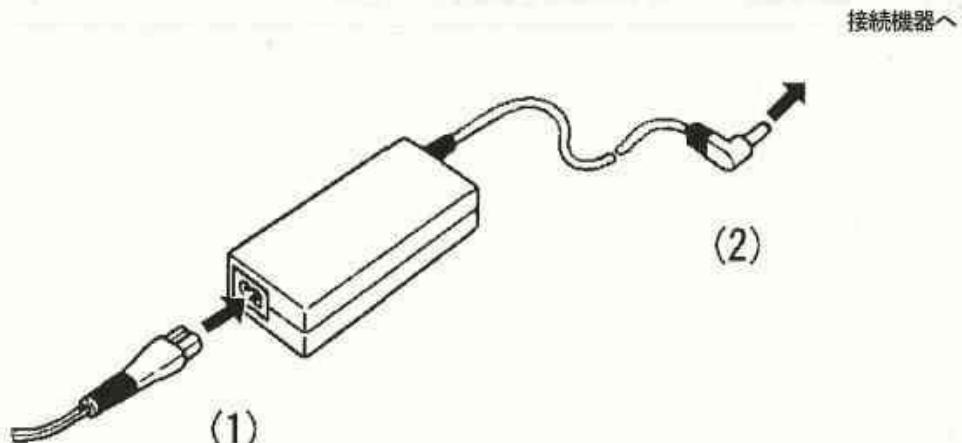

図4-5 ACアダプタ
- (1) 本器の電源が“OFF”になっていることを確認します。
- (2) ACアダプタのAC電源コネクタにACケーブルを接続してください。(図4-5 (1) 参照)
- (3) ACアダプタのDCジャックを接続機器(ハンディサーチ／プリンタ)に接続してください。(図4-5 (2) 参照)
- (4) ACアダプタのACケーブルをコンセントに差し込みます。